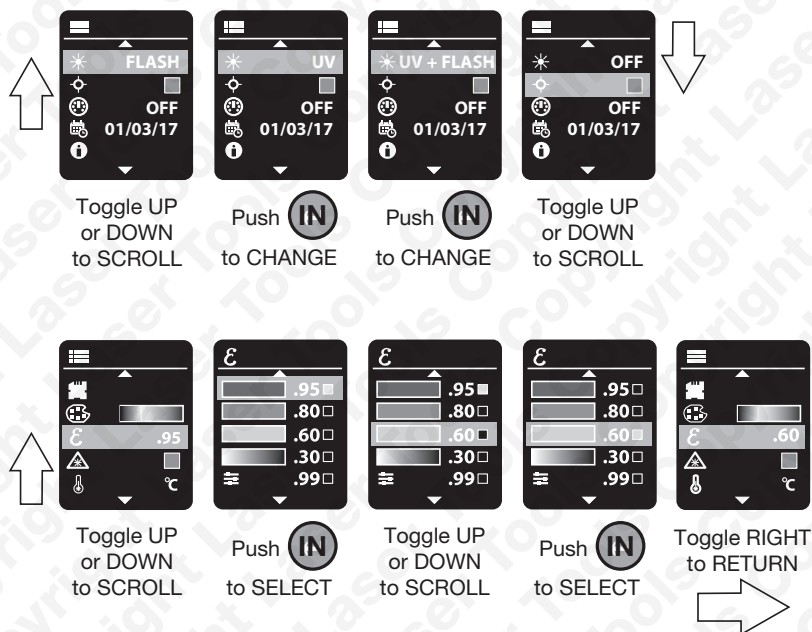

Fig. 5
Premere il selezionatore per selezionare una funzione, quindi, a seconda della funzione, premere nuovamente il selezionatore per modificare i parametri della funzione, attivare o disattivare la funzione o entrare in un sottomenu. (Vedere la Fig 5).
**Emissività.** Premere per accedere al sottomenu di emissività (vedere la Fig. 5). La quantità di energia a infrarossi irradiata da un oggetto dipende dalla sua emissività e dalla sua temperatura; l'emissività dipende a sua volta dal materiale e dalle sue caratteristiche superficiali. L'emissività di un materiale è la capacità relativa della sua superficie di emettere energia per irradiazione. In generale, più opaco e scuro è il materiale, più prossima a 1 sarà la sua emissività. Più un materiale è riflettente, più bassa sarà la sua emissività. Ad esempio, l'argento molto lucido ha un'emissività pari a circa 0,02. Gran parte dei materiali organici e delle superfici verniciate o ossidate (il 90% delle tipiche applicazioni) ha un'emissività pari a **0,95** e questo è il valore preimpostato nella termocamera 6515. Vedere la seguente scheda delle emissività per scegliere un valore di emissività adeguato al materiale sottoposto a scansione. Una volta entrati nel sotto menu dell'emissività, far scorrere verso l'alto o verso il basso per scegliere il valore desiderato; sono disponibili quattro valori preimpostati: 0,95, 0,80, 0,60 e 0,30. Premere per selezionare il valore desiderato, quindi spostare verso **destra** per tornare al menu principale. Far scorrere verso il basso per superare i quattro valori preimpostati e raggiungere il menu di personalizzazione dell'impostazione; premere per attivare il menu, quindi spostare verso l'alto o verso il **basso** per raggiungere il valore di emissività desiderato. Spostare verso **destra** per impostare tale valore, quindi di nuovo verso **destra** per tornare al menu principale.